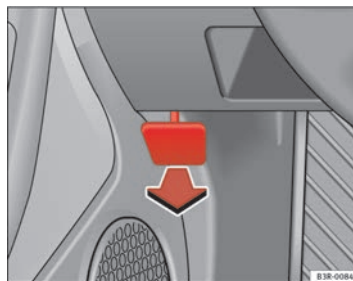

Fig. 167 Détail du plancher côté conducteur : levier d'ouverture du capot-moteur
- Tirez le levier situé sous le tableau de bord dans le sens de la flèche ⇒ fig. 167.